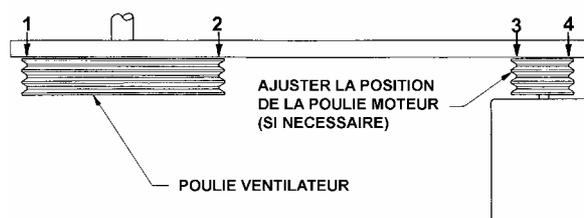

Figure 25 - Vérification de l'alignement des poulies.
9. Pour une vérification finale, mettre une règle droite d'une poulie à l'autre. Elles doivent avoir quatre points de contact. (Voir Figure 25.) Ajuster la position de la poulie moteur si nécessaire.